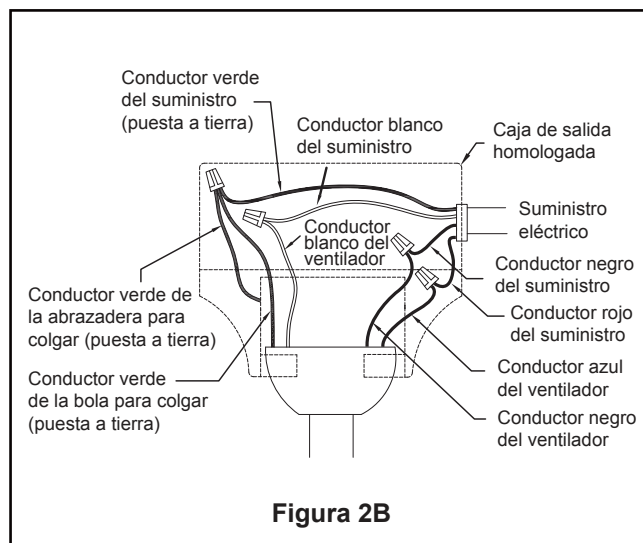

Figura 2B
1. Conecte el conductor verde del ensamble de la varilla y el conductor verde con puesta a tierra de la abrazadera para colgar al conductor de suministro con puesta a tierra (posiblemente un conductor desnudo o un cable con aislante verde). Conecte los conductores con conectores de cables de forma segura. Conecte el conductor blanco del motor del ventilador al conductor blanco (neutro) mediante el conector de forma segura. Conecte el conductor negro del motor del ventilador al conductor negro mediante el conector de forma segura. Conecte el conductor azul del motor del ventilador al conductor rojo mediante el conector de forma segura. (Figura 2B)